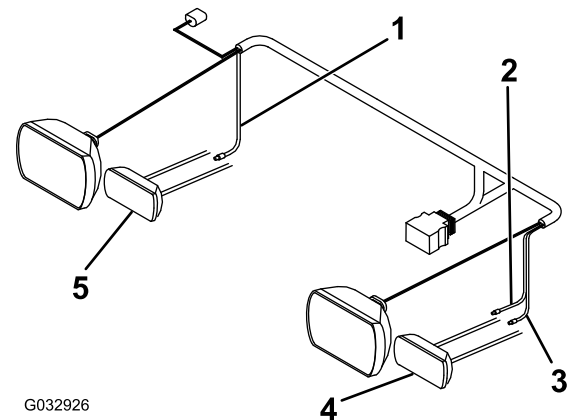

Figure 16
5. Reliez le fil rose du long faisceau de câblage au fil du clignotant droit à l'aide d'un connecteur bout-à-bout (Figure 16).
6. Reliez le fil violet du long faisceau de câblage au fil du clignotant gauche à l'aide d'un connecteur bout-à-bout (Figure 16).
7. Reliez le fil jaune du long faisceau de câblage au fil du feu de stationnement gauche à l'aide d'un connecteur bout-à-bout (Figure 16).